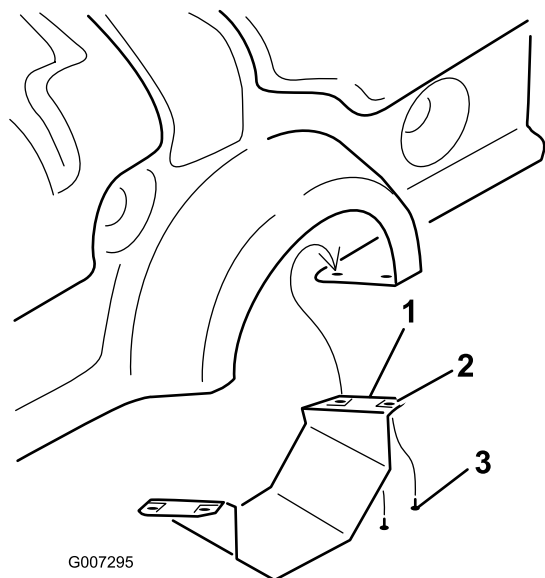

Figura 7
1. Apenas no ProCore 864, remova o resguardo inferior da tomada de força (Figura 7).